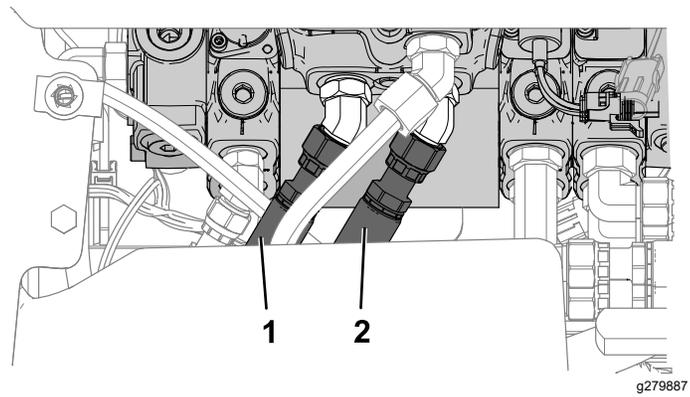

Bild 11
2. Schließen Sie die Hydraulikschläuche vom Ventil am Hydraulikhebel ab, wie in Bild 11 dargestellt.